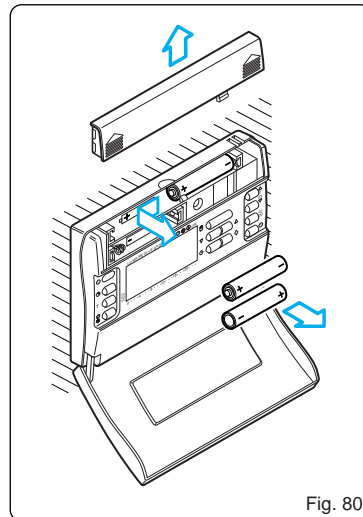

Fig. 80
16.2 - Sfilare il coperchio delle pile (fig. 80).